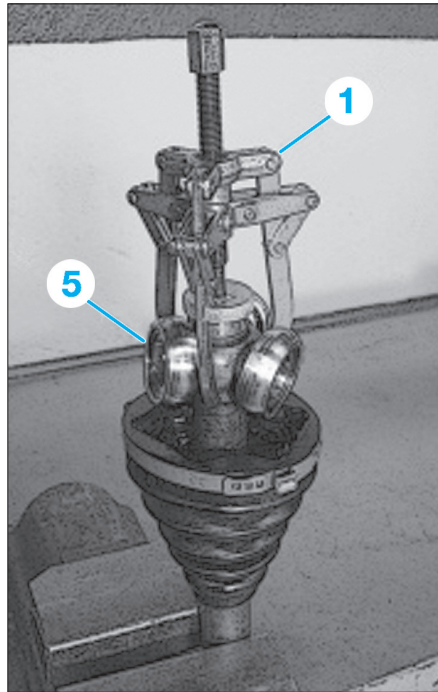

Fig. 15
- [1]. Extracteur à griffes (Fig.15).
- le tripode (5) à l'aide de l'outil [1] (Fig.15),